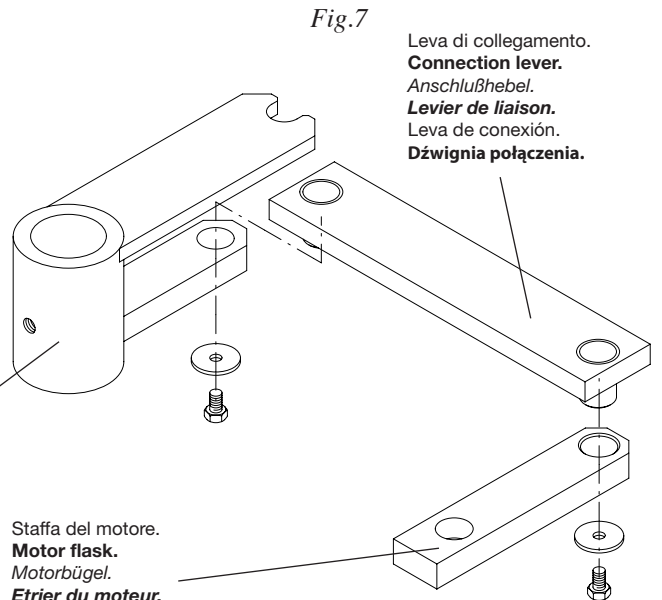

Fig.8
4.4 Collegare il gruppo di traino con la staffa del motore tramite la leva di collegamento e richiudere pure il coperchio fig. 8.